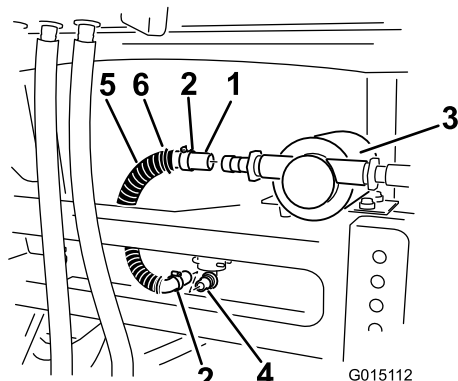

图24
3. 将软管的一端接在冲洗水箱底部的 90 度弯头上 (图24)。
10. 将盖子安装在泵上，并将盖子凸耳插入机架构件的槽中 (图24)。